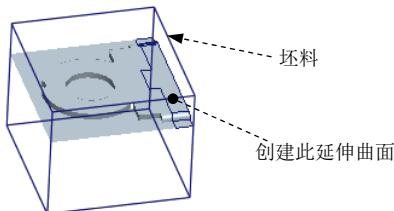
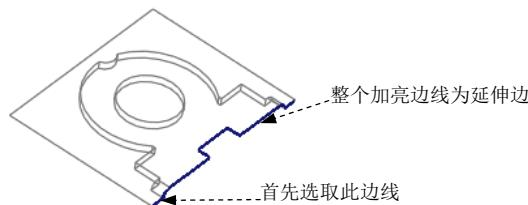
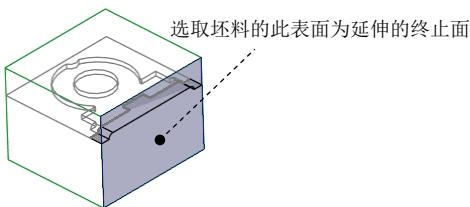

图 14.30 延伸曲面
图 14.31 选取延伸边
图 14.32 选取延伸的终止面
(1) 遮蔽参考件和坯料。
(2) 按住 Ctrl 键，选取复制面组和上一步创建的拉伸曲面。
(3) 单击 **分型面** 功能选项卡 **编辑** ▾ 区域中的 **合并** 按钮，系统弹出“合并”操控板。
(4) 在“合并”操控板中单击 ，在模型中选取要合并的面组的侧。
(5) 在操控板中单击 **选项** 按钮，在“选项”界面中选中 **相交** 单选项。
(6) 在“合并”操控板中单击 按钮。
Step7. 将合并后的表面延伸至图 14.30 所示坯料的表面。
(1) 为了方便选取复制边线，选择 **视图** 功能选项卡 **模型显示** ▾ 区域中的“显示样式”按钮 **显示样式**，按下 **线框** 按钮，将模型的显示状态切换到实线线框显示方式。
(2) 如图 14.31 所示，首先选取第一段边线。
注意：必须随着选取的第一条线段，依次选取图 14.31 中加亮的线段，线段之间不能间隔，否则无法选取加亮线段。
(3) 单击 分型面 功能选项卡 编辑 ▾ 区域的 延伸 按钮，此时出现“曲面延伸：曲面延伸”操控板。
(4) 在操控板中单击 参考 按钮，在“参考”界面中单击 细节... 按钮，此时系统弹出“链”对话框。
(5) 按住 Ctrl 键，选取图 14.31 中所加亮的线段，单击 确定 按钮。
(6) 将坯料的遮蔽取消。
(7) 选取延伸的终止面。
① 在操控板中按下 按钮（延伸类型为至平面）。
② 在系统 选择曲面延伸所至的平面. 的提示下，选取图 14.32 所示的坯料的表面为延伸的终止面。